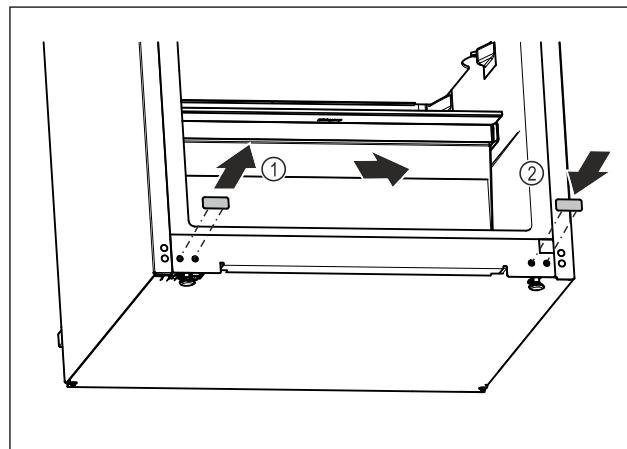

Fig. 20
- Издърпайте покриваща тапа. Fig. 20 (1)
- Поставете покриваща тапа от другата страна. Fig. 20 (2)